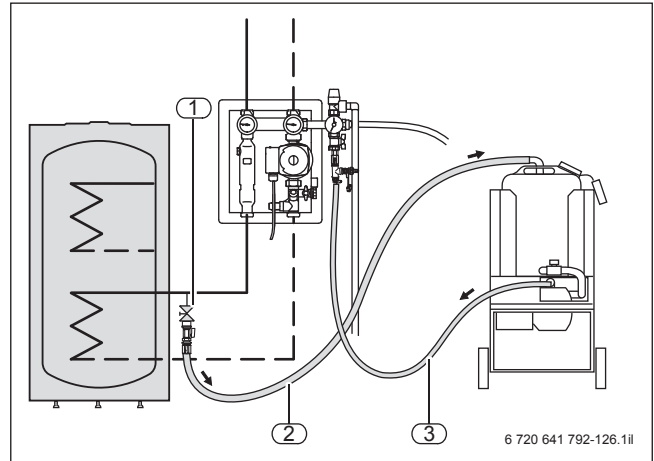

Bild 164 Spülen eines Standardsystems mit einem Speicher Logalux SM, SMS, SMH, P750 S oder PNR(Z)
- ▶ In der Rohrleitung zum Wärmetauscher in der Nähe des Speichers bauseits ein Füll- und Entleerhahn installieren (→ Bild 164).